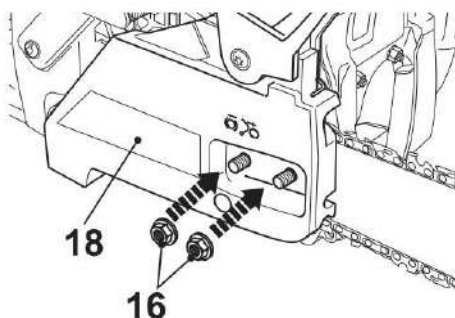

Fig. 9
9. Replacez le couvercle (18). Fixez-le avec les écrous de fixation (16) (Fig. 9). Attention les écrous de fixation ne devront être serrés qu'après réglage de la tension de chaîne. Installez le capot de l'embrayage en vous assurant que la broche (22b) est placée dans l'orifice inférieur du guide-chaîne. Assurez-vous que la chaîne ne glisse pas hors du guide. Vissez l'écrou de fixation du guide-chaîne manuellement et suivez les instructions de réglage de la tension figurant au chapitre « réglage de la tension de la chaîne ».
4. Tout en soutenant le bout du guide (13) et serrez l'écrou de retenue arrière (16) en premier, puis l'écrou avant (16) (Fig. 9).
5. Soulevez la chaîne (14) à la main le long de la partie supérieure du guide (13) d'une extrémité à l'autre, plusieurs fois. La chaîne doit être tendue, mais se déplacer encore librement.